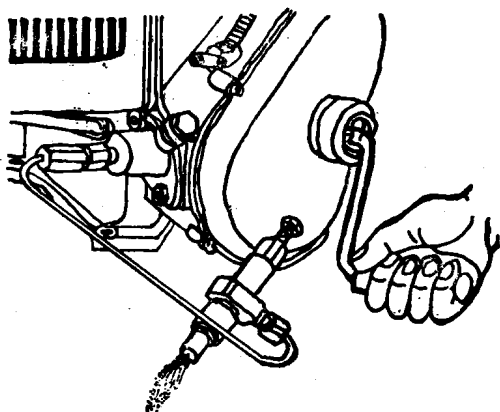

图1-1 检查喷油嘴的喷油质量
4.500小时保养 除完成100小时保养项目外，还需清洗油箱、油箱开关、甩油圈和曲轴连杆颈上的润滑油孔；清洗喷油嘴，疏通喷孔；清除阀体上的积炭，并检查喷油嘴的喷油质量，喷油应呈雾状，无滴油现象，见图1-1；检查气门与气门座的密封性，刮去气门和气缸盖上的积炭，必要时研磨气门；刮除气缸套和活塞环上的积炭，检查活塞环的开口间隙，如超过最大许用值，应更换新环。